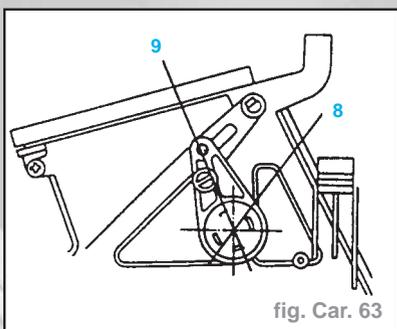

fig. Car. 63
- (6) Cold (froid)
- (7) Hot (chaud)
- Placer le sélecteur de type d'air sur RECIRCULATION (tout à gauche) et amener la manette du volet sur la position (9) (fig. Car. 63).